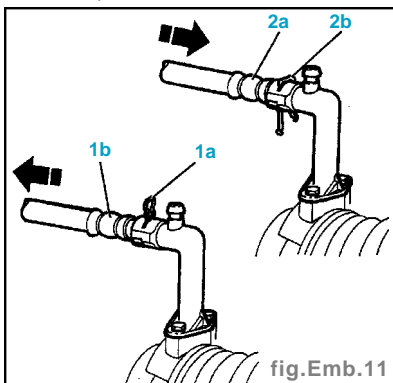

fig. Emb. 11
- Enlever partiellement la fourche de retenue (1a) et enlever légèrement la tuyauterie (1b) sur le cylindre essentiel (fig. Emb. 11).